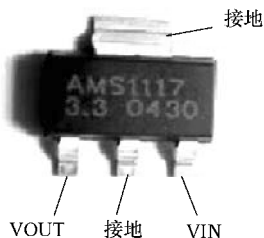

图 4-114 常用集成稳压器 AMS1117 外形结构图
1) 开路检测电路中的集成稳压器的方法。开路检测电路中的集成稳压器需要在关断电源的情况将其从电路中卸下，并对引脚进行清洁。现以笔记本电脑电路板中常用集成稳压器 AMS1117 为例（见图 4-114），介绍使用指针式万用表对集成稳压器的检测步骤。
① 首先将指针万用表的功能旋钮旋至“ $R \times 1k$ ”挡，再将万用表的两表笔短接，并进行调零。然后将万用表的黑表笔接集成稳压器接地引脚，红表笔接另外两个引脚的任意一个引脚，测量其阻值，此时万用表的指针指向 0.4 处。
② 接着将红表笔接到另外一只引脚，黑表笔不动，测量其阻值，此时万用表的阻值指